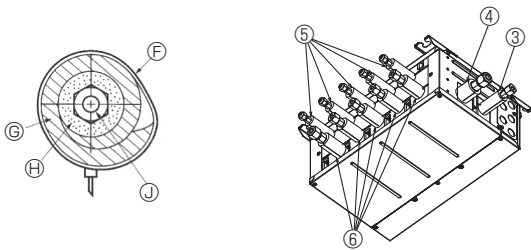
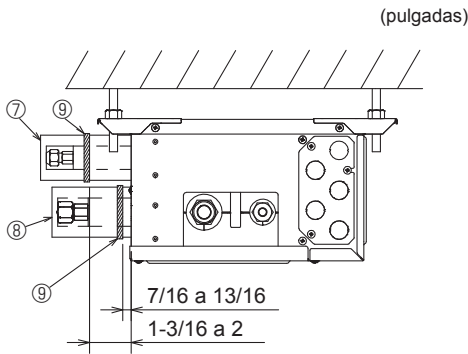

Fig. 7-4
Fig. 7-5
- Aísle los tubos de líquido y de gas de la caja de derivación aplicando alrededor de ellos espuma de polietileno resistente al calor. (Fig. 7-4)
- (5) Presione las cubiertas de los tubos ③ y ⑤ de la tubería de líquido contra la unidad y envuélvala para que se fije. (Fig. 7-4)
- (6) Presione las cubiertas de los tubos ④ y ⑥ de la tubería de gas contra la unidad y envuélvala para que se fije. (Fig. 7-4)
- (7) Aplique las cintas suministradas ⑨ en una posición de 7/16-13/16 pulgadas (10-20 mm) de cada extremo de las cubiertas de los tubos (③④⑤⑥).
- (8) Si la unidad interior no está conectada, ajuste las cubiertas de los tubos que se suministran (con las tapas, ⑦ y ⑧) en las conexiones de los tubos de refrigerante de la caja de derivación contra la unidad para evitar el goteo de condensación de los tubos. (Fig. 7-5)
- (9) Fije las cubiertas de los tubos (⑦⑧) con las cintas ⑨ suministradas.
- Ⓣ Cinta (3.1. N° de accesorio ⑨)
- Ⓢ Cubiertas de los tubos (3.1. N° de accesorio ③④⑤⑥)
7.2. Manejo de los puertos que no están conectados a la unidad exterior (Fig. 7-5)